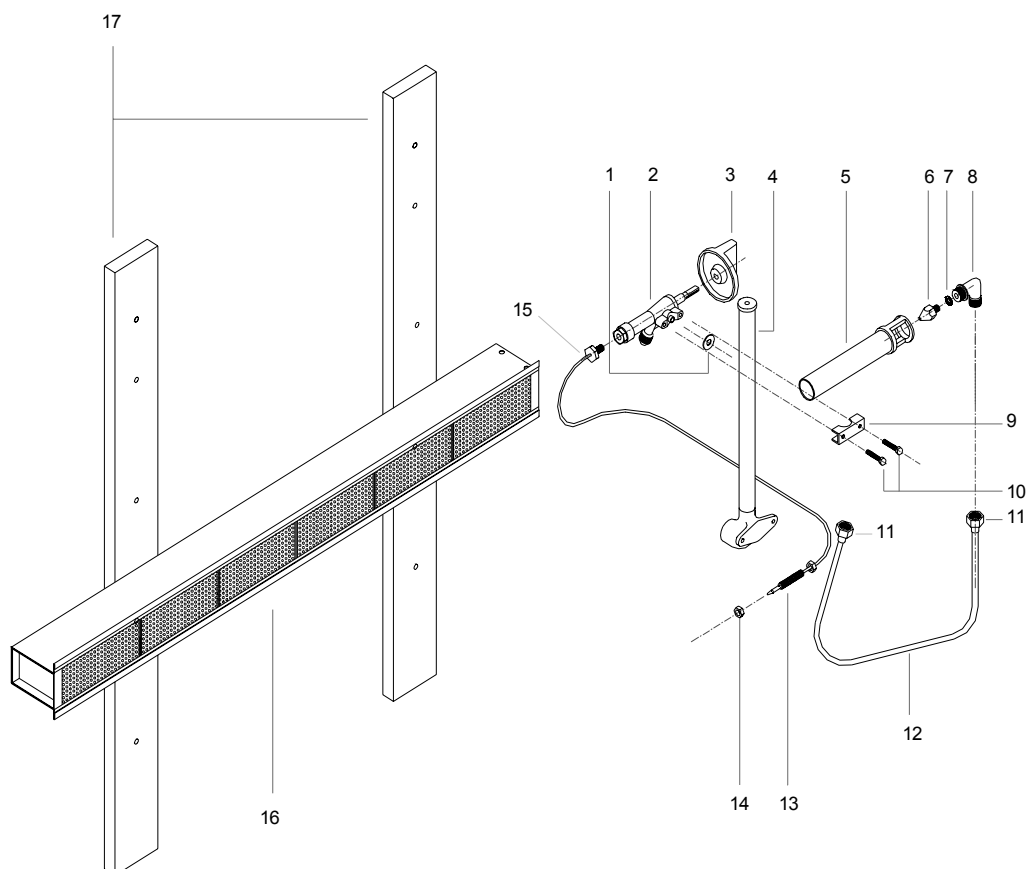

Fig.11
- e) Retirez le tube 12 et le thermocouple 13 Fig. 11 correspondant à la valve du brûleur que vous voulez changer en retirant les écrous 11 et 14.